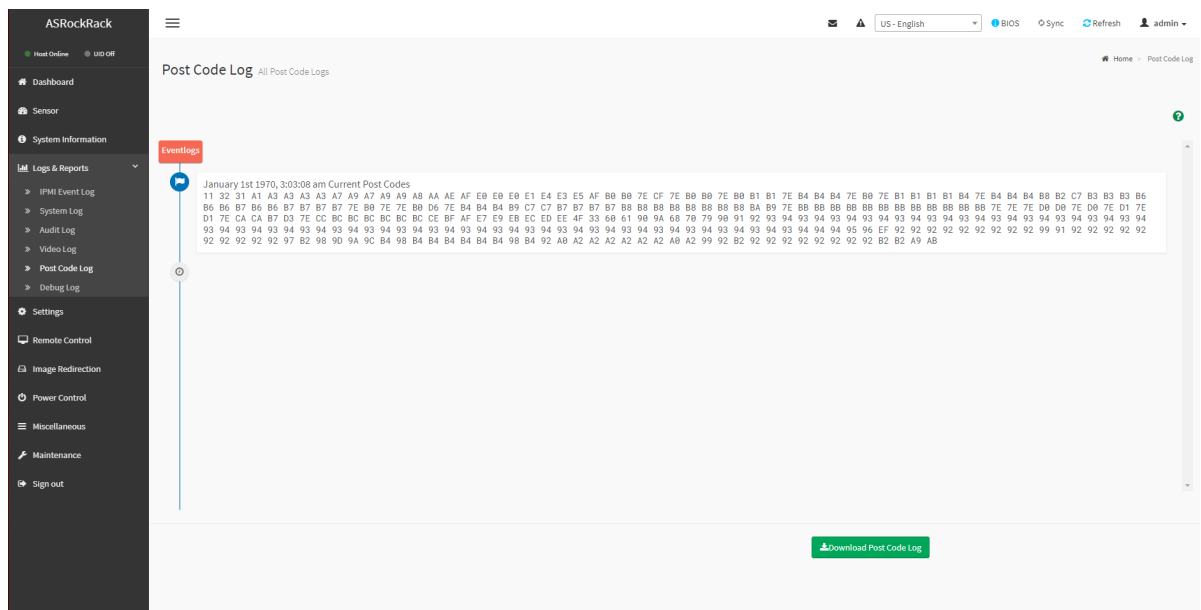

Рис. 76. Окно «Post Code Log»
- 6) Пройдите во вкладку «Logs & Reports» → «Post Code Log» видеожурнал предоставляет функцию, которая записывает видео при возникновении определенного события в сервере. В поле «Filter by Date» произведите фильтрацию по дате начала события «Start Date», в поле «End Date» произведите фильтрацию по дате окончания события. Окно показано на рис. 76 Окно «Post Code Log»